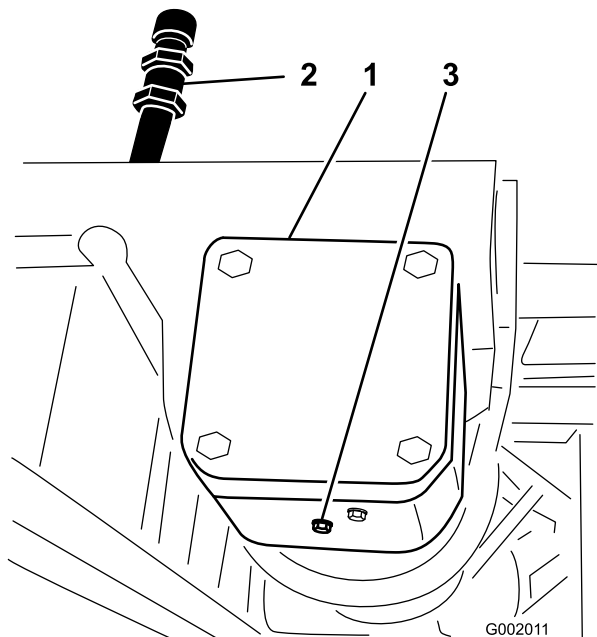

Figura 66
3. Retire el tapón de llenado y el tapón de vaciado (Figura 66) y deje fluir el aceite al recipiente.
2. Coloque un recipiente debajo del tapón de vaciado de la caja de engranajes de la transmisión de la bomba (Figura 66).